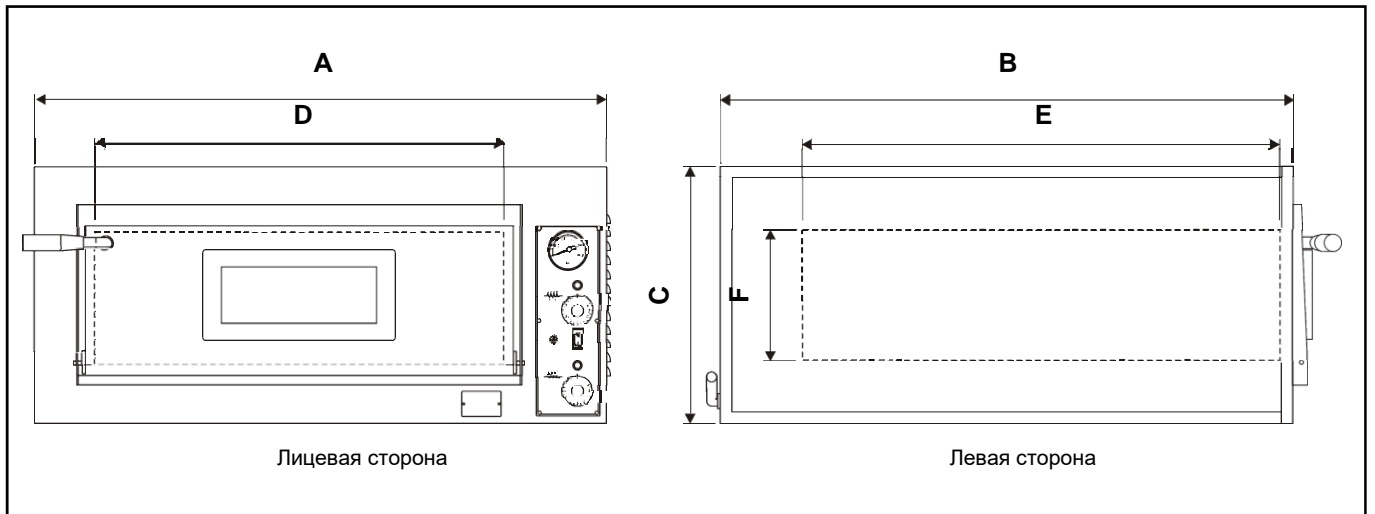

РИС. 3 (Размеры печи и пекарной камеры)
На РИС. 3 и в ТАБЛ. 1 в соответствующих видах показаны габаритные размеры печи и пекарной камеры.
- 5) Откройте дверцу печи (**РИС. 3 – поз. 3**) вручную с помощью подходящих ручек (**РИС. 3 – поз. 1**);